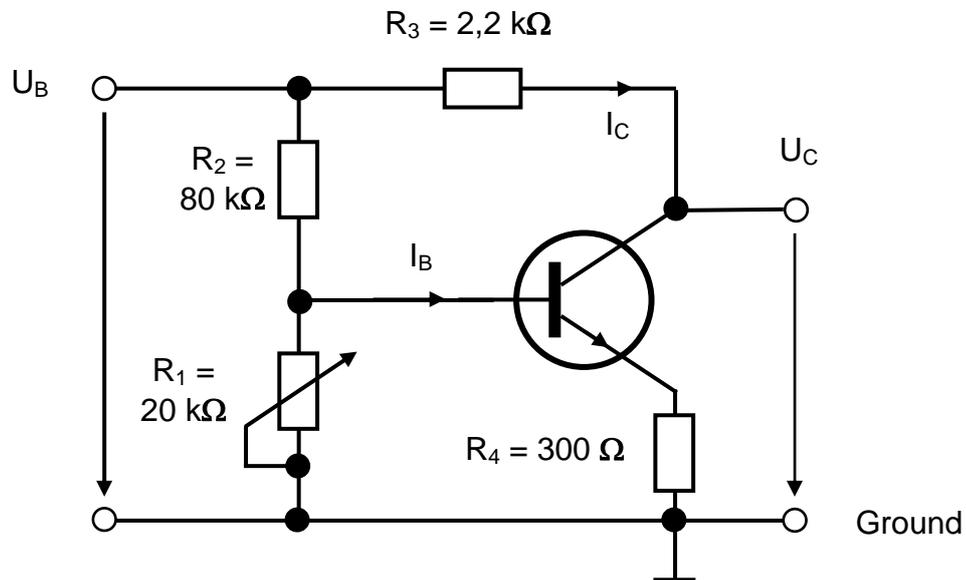

Bild 7 Emitterschaltung für DC-Messungen
Die anschauliche Darstellung der Abhängigkeit dieser Parameter erfolgt in Kennlinienfeldern. Man kann z.B. für einen Strom I_{B1} die Beziehung $I_C = f(U_{CE})$ messen; man erhält so eine Kennlinie. Verändert man den Basisstrom, so erhält man eine weitere Kennlinie. Nimmt man I_B in einem Bereich $I_{B,min}$ bis $I_{B,max}$ an, so ergibt sich eine Serie von Einzelkennlinien (siehe Bild 7), die als Kennlinienfeld bezeichnet werden.
- Leiten Sie die allgemeine Formel zur Berechnung der Kollektor-Emitterspannung U_{CE} , der in Bild 7 (Seite 9) dargestellten Schaltung, in Abhängigkeit von U_B und I_C her (mit der Vereinfachung $I_C \gg I_B \rightarrow I_C \approx I_E$).
Um die Spannungseinstellung zu beschreiben, werden die wichtigen Knoten und Widerstände gekennzeichnet (siehe Bild 7).